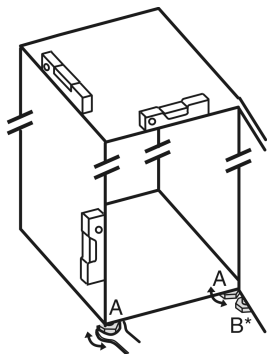

Fig. 5
- ▶ Seřizovací nožky Fig. 5 (A) vyšroubujte pomocí příloženého vidlicového klíče a pomocí vodováhy, dokud nebude spotřebič pevně vyrovnaný.
- ▶ Seřizovací nožku Fig. 5 (B) na stojanu ložiska vytáčejte pomocí příloženého vidlicového klíče, až dosedne na zem.
- ▶ Seřizovací nožku Fig. 5 (B) otáčejte dál o 90°.